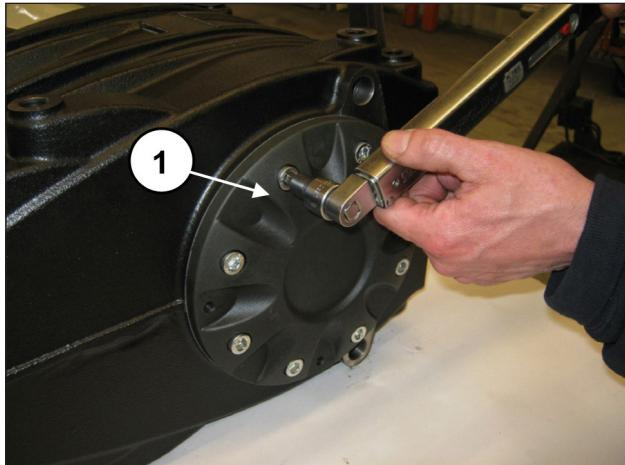

Fig. 60
Apretar los 8 tornillos M10x30 (pos. ①, Fig. 60).